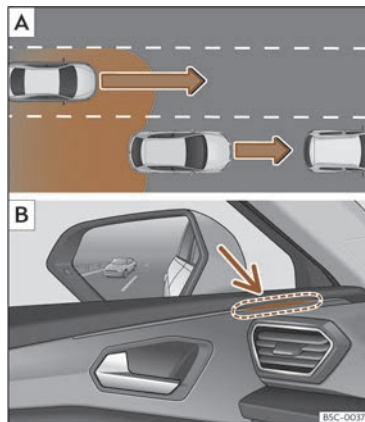
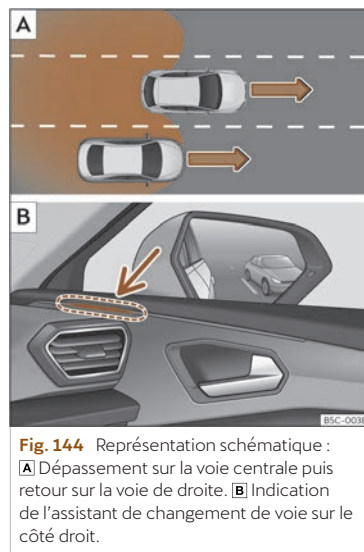

Fig. 143 Représentation schématique :
Fig. 144 Représentation schématique :
Dans les situations suivantes, une indication apparaît sur le voyant de contrôle >>> **fig. 143 B** (flèche) ou >>> **fig. 144 B** (flèche) :
- Lorsque le véhicule est dépassé par un autre véhicule >>> **fig. 143 A**.
- Lorsque le véhicule dépasse un autre véhicule >>> **fig. 144 A** en cas de différence de vitesse d'environ 10 km/h (6 mph). Si le dépassement est considérablement plus rapide, aucune indication ne s'affiche.